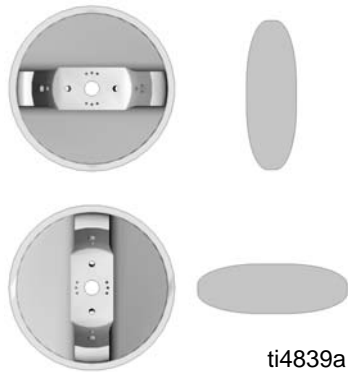

ABB. 2
1. Die Luftkappe zum Erzielen des gewünschten Spritzbildes drehen. Siehe ABB. 2